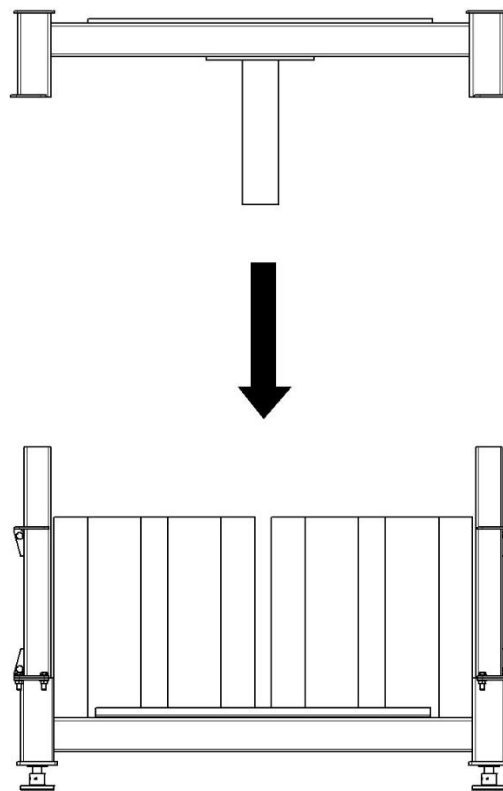

Рис. 9.
6. Установить вилку погрузчика под горизонтальные трубы верхней рамы основания, поднять её над угловыми стойками и осторожно опустить (рис. 9). Опоры верхней рамы должны войти в угловые стойки. После этого необходимо зафиксировать болты верхней рамы.